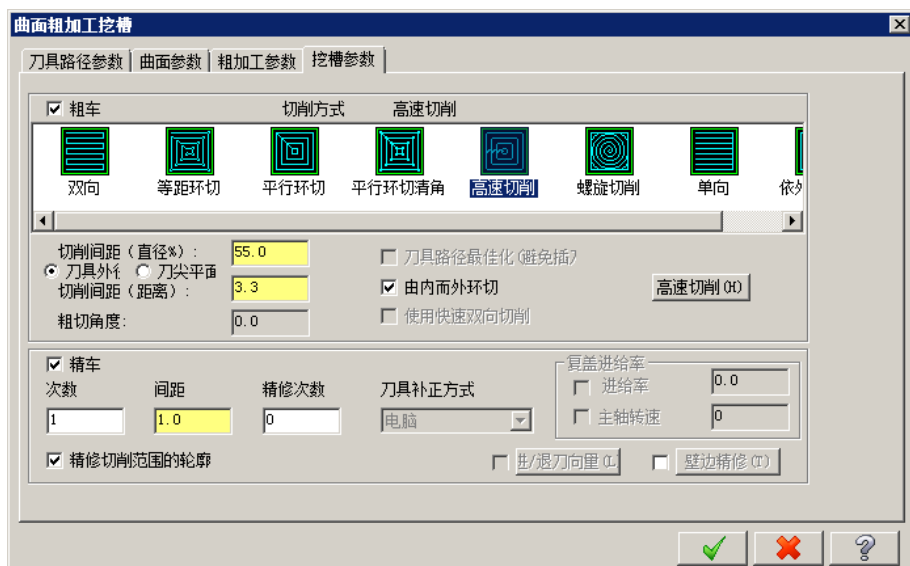

图 8.6.3 “挖槽参数”选项卡
Step1. 在“曲面粗加工挖槽”对话框中单击 **挖槽参数** 选项卡，设置图 8.6.3 所示的参数。